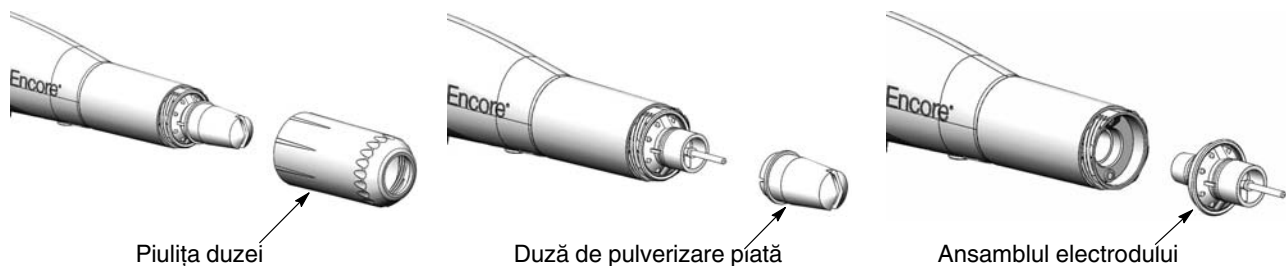

Figura 4-7 Schimbarea duzelor de pulverizare plată
2. A se vedea Figura 4-7. Deșurubați în sens antiorar piulița duzei.